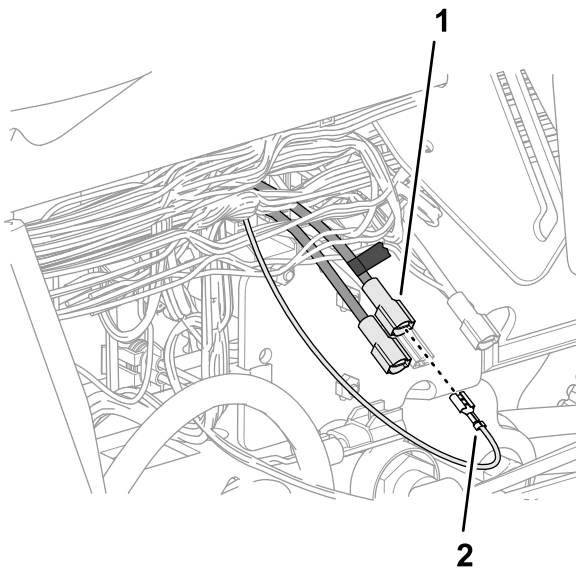

Bild 192
5. Stecken Sie den Flachstecker, den Sie in Schritt 4 markiert haben, in den Buchsen-Stecker am Ende des rosa Kabels (51 mm) des Kitkabelbaums (Bild 192).